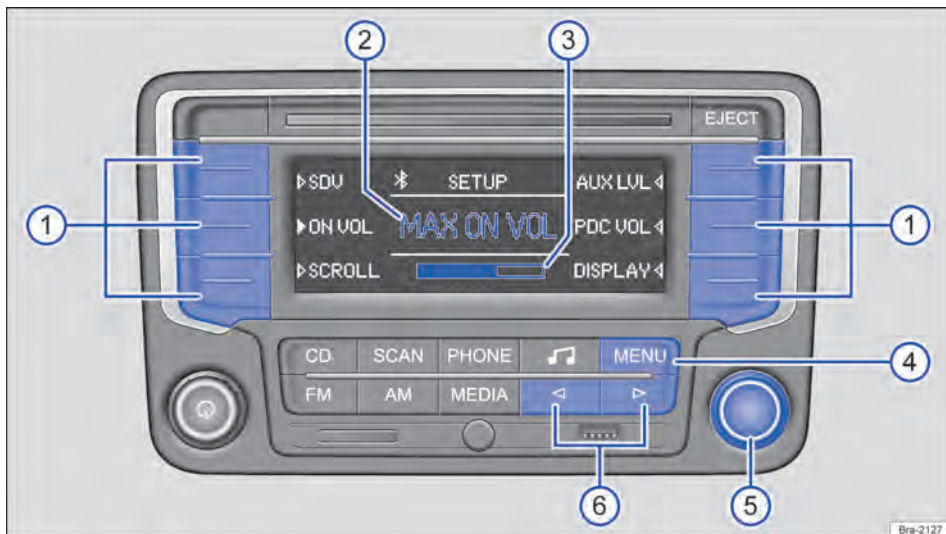

Fig. 162 Menu SETUP: definir o volume inicial.
- Pressionar o botão do aparelho **MENU** a partir de qualquer menu → Fig. 162 ④.
- Pressionar os botões de função para abrir o respectivo menu de ajuste → Fig. 162 ①.
- Girar botão de ajuste para alterar o ajuste atual → Fig. 162 ⑤.
- **OU:** pressionar brevemente o botão do aparelho **◀** ou **▶** para alterar o ajuste atual → Fig. 162 ⑥.
- **OU:** botão do aparelho é pressionado brevemente **MENU** → Fig. 162 ④.
→ Fig. 162 ② e, abaixo disso, a barra de volume → Fig. 162 ③.